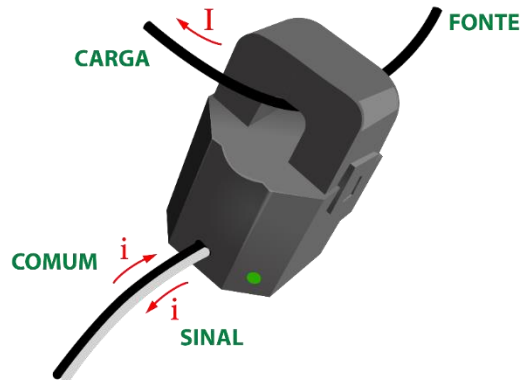

Figura 16 - Polaridades e sentidos das correntes do TC *clip-on*
- Polaridade TC: O TC *clip-on* tem polaridade e é definida por um ponto verde pintado no corpo do TC, mais próximo ao fio branco. Na prática a ligação deve basear-se na **Figura 16**;